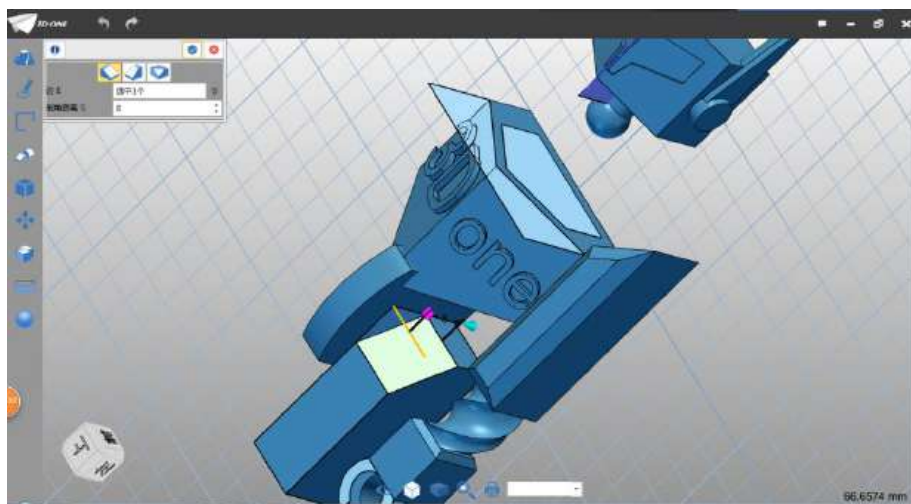

图 4-5
Step 5 选择倒角命令，边线选择如图边线，倒角距离设为 8，如下图 4-5 所示：